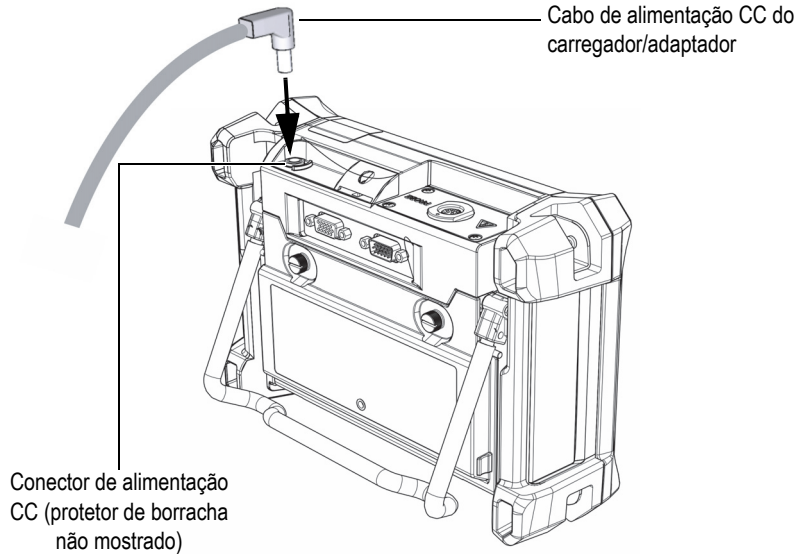

Figura 2-8 Conectar o cabo de alimentação CC
3. Conecte o cabo de alimentação de saída CC do carregador/adaptador ao conector de alimentação CC na parte superior do BondMaster 600 (veja Figura 2-8 na página 39).